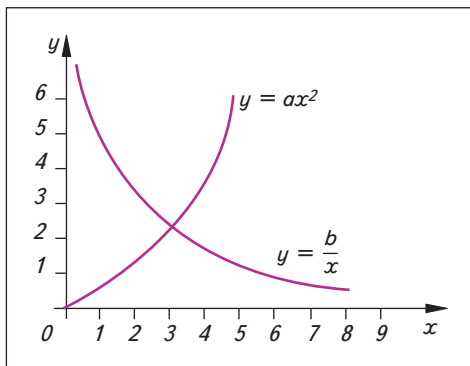

Рис. 22. Графики
**График** — это изображение, наглядно показывающее зависимость одной величины от другой (рис. 22).